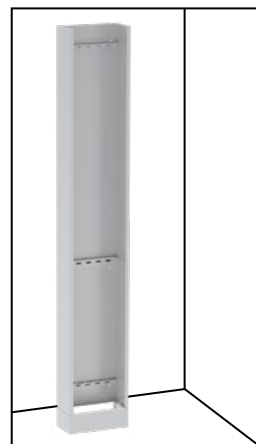
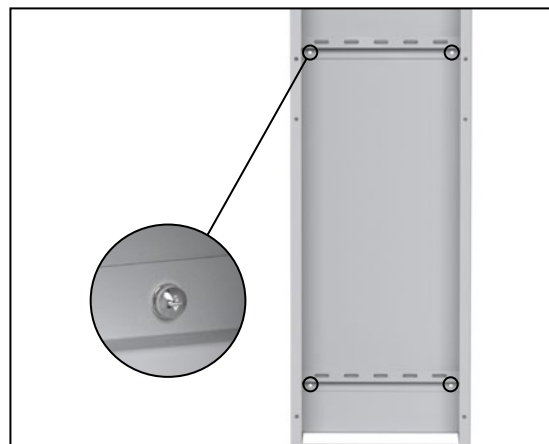
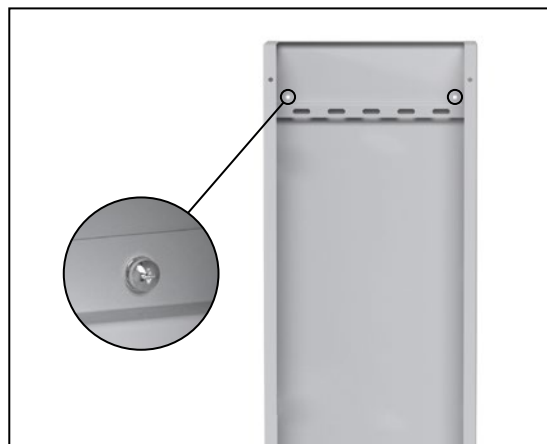

Рис. 33
Рис. 34
Рис. 35
2.3. Установить на полу короб КЭТ (2.1) в месте вертикальной прокладки кабельной линии, прислонить его к стене (рис. 33) и прикрепить при помощи дюбелей (рис. 34 и рис. 35).